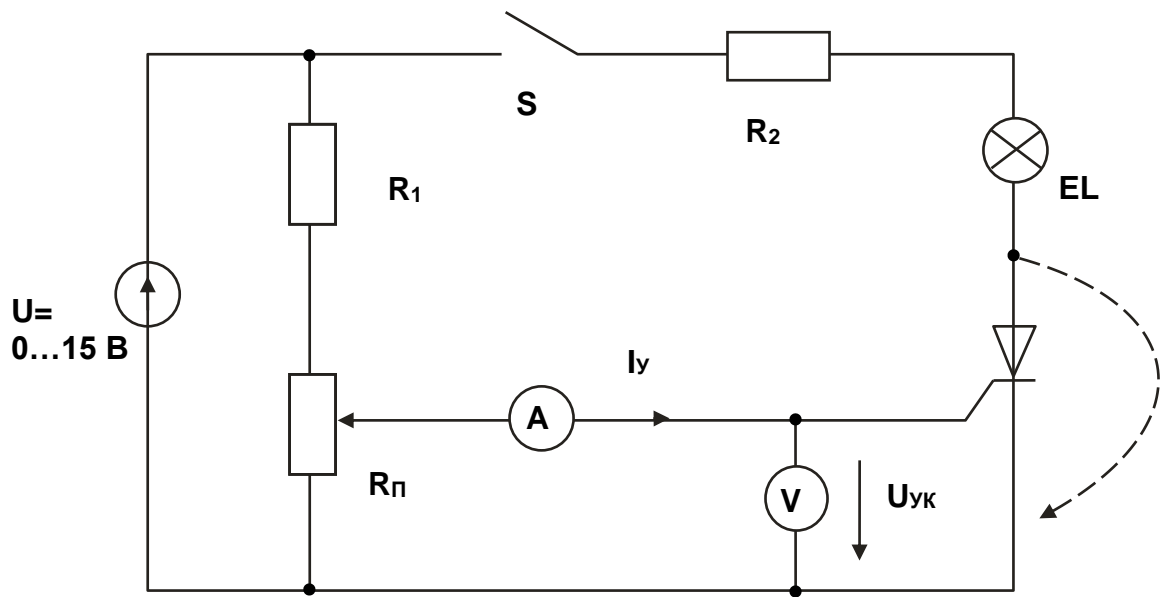

Рис. 6.2.2
- Соберите цепь, как показано на рис. 6.2.2, и подайте на нее максимальное напряжение 15 В, при напряжении управляющий электрод/катод $U_{ук} = 0$ В. Увеличивайте напряжение $U_{ук}$, и измеряйте соответствующие значения тока управления I_u мультиметром. Занесите данные измерений в таблицу 6.2.1. Заметьте и запишите при каком напряжении $U_{ук}$ отпирается тиристор (загорается лампочка).
Вопрос 2: Что случится с отпертым тиристором при размыкании выключателя в цепи (рис. 6.2.2), если $U_{УК} > U_{отп}$? Если $U_{ЭК} < U_{отп}$?
Вопрос 3: Как поведет себя тиристор, если к цепи (рис. 6.2.2) вместо постоянного напряжения приложить синусоидальное напряжение при $U_{УК} > U_{отп}$? при $U_{УК} < U_{отп}$?
Вопрос 4: Что произойдет с отпертым тиристором при его кратковременном шунтировании перемычкой в цепи (рис. 6.2.2), если $U_{УК} > U_{отп}$? Если $U_{УК} < U_{отп}$?